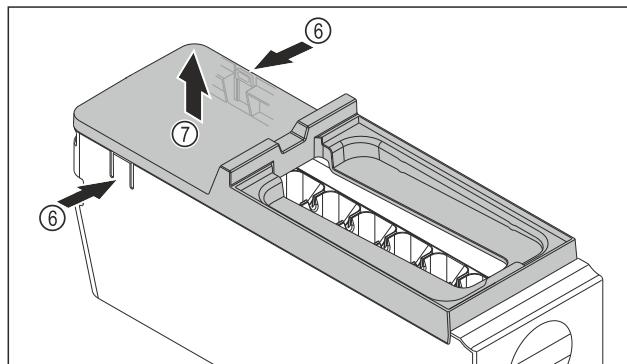

Fig. 88
- Изваждане на капака на корпуса на EasyTwist-Ice: Натиснете езичетата Fig. 88 (6) от двете страни на корпуса на EasyTwist-Ice с една ръка.
- С другата ръка извадете капака Fig. 88 (7) нагоре.